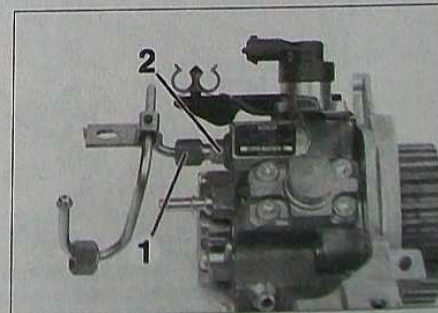

FIG. 22
- Dévisser le tuyau (1) (Fig.22) tout en maintenant le raccord (2).